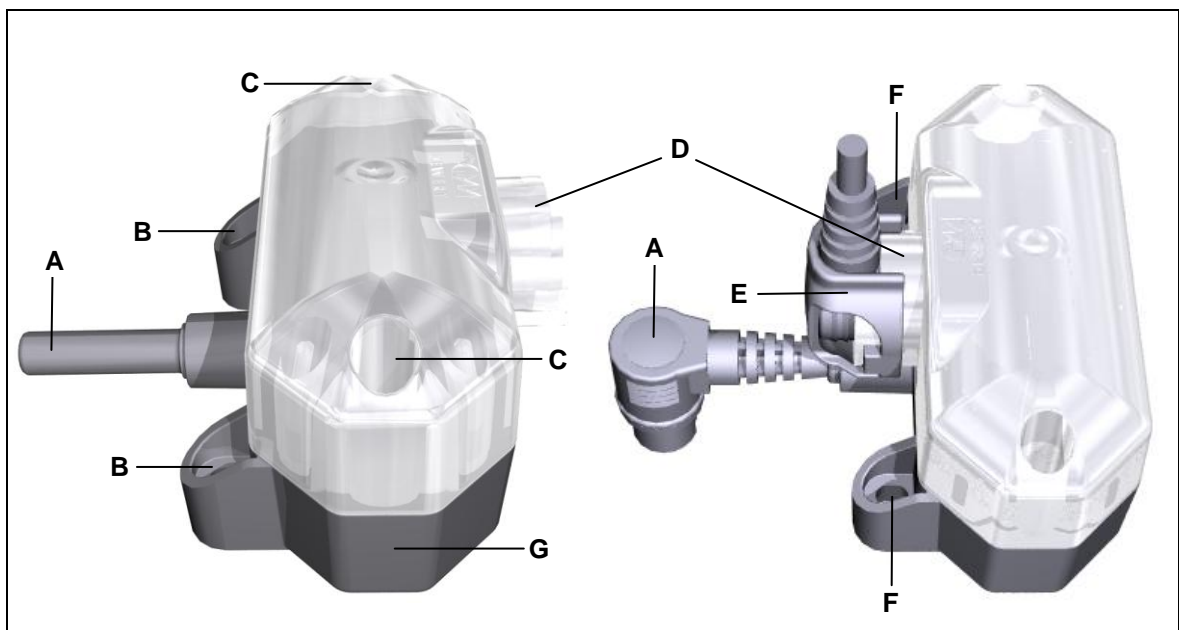

Abbildung 2 Beleuchtungskörper der Unterbettbeleuchtung mit Handschalter-Buchse
- 4 Stecken Sie die Stecker der Handschalter in die Handschalter-Buchsen der Unterbettbeleuchtung, falls vorhanden (siehe Abbildung 2).